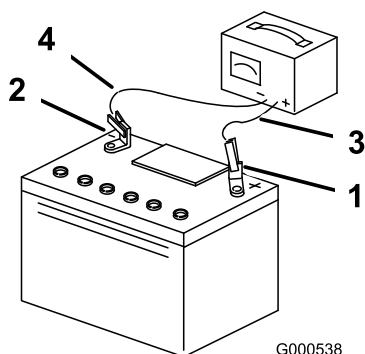

Figura 34
4. Cuando la batería esté completamente cargada, desconecte el cargador de la toma de electricidad, luego desconecte los cables del cargador de los bornes de la batería (Figura 34).